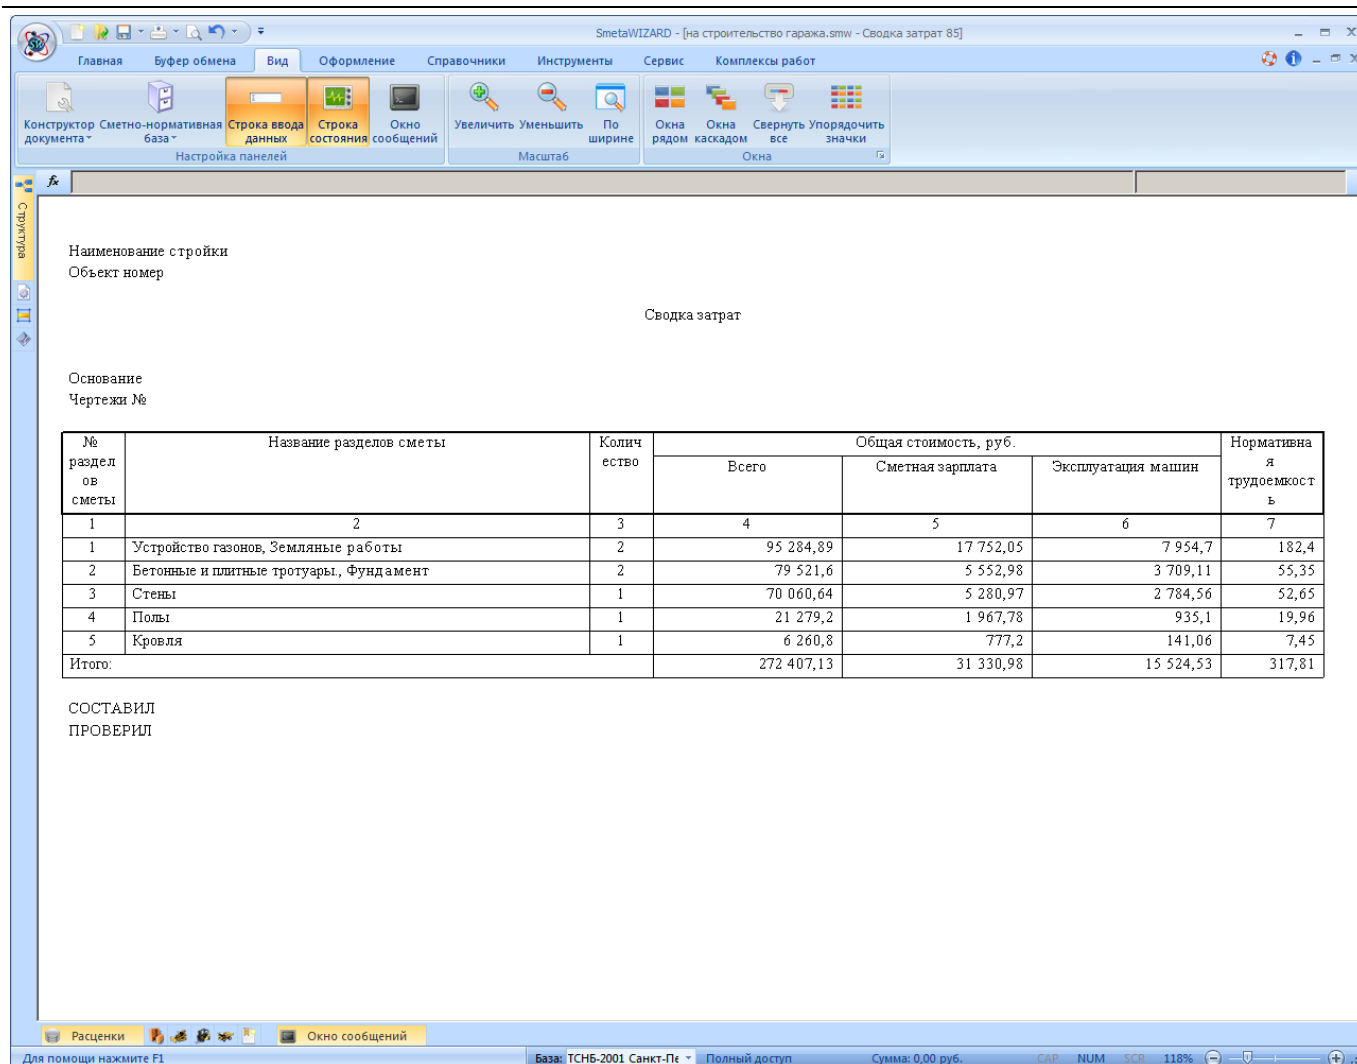

Рис. 4.107 Сводка затрат
*Сводка затрат* (рис. 4.107) служит для отображения затрат по разделам локальной сметы. Если в локальной смете есть разделы с одинаковым наименованием, то они объединяются в одну строку, и итоги по ним складываются.